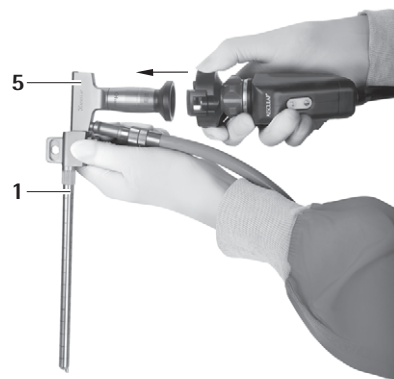

Rys. 2
- ▶ Zablokować endoskop 5 w trokarze MINOP InVent 1, patrz Rys. 2.